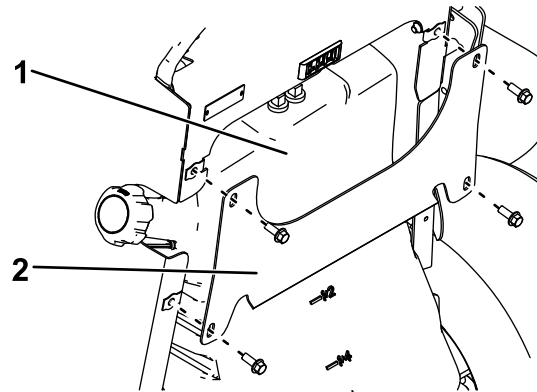

Figura 30
3. Retire el soporte transversal (Figura 30).